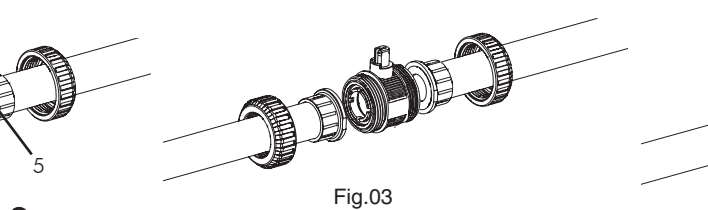

Fig.03 Régage et maintenance de la vanne
3. Laisser la distance suffisante entre les manchons (voir Fig.03) de façon que le corps de la vanne puisse être introduit facilement et en évitant qu'il subisse une tension par les deux extrémités de la tuyauterie.